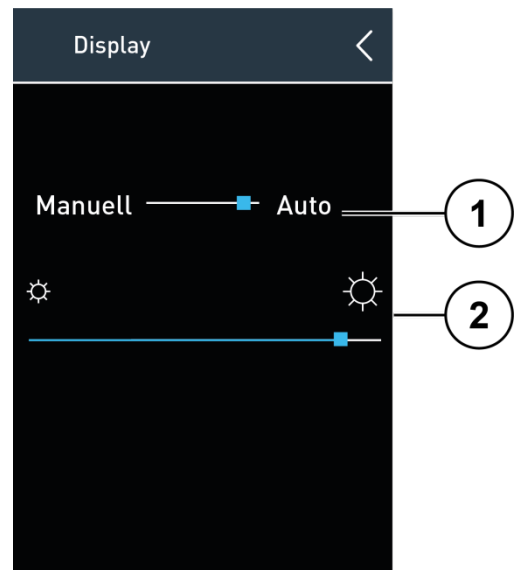

Abb. 15: Einstellungen Display
- Die ermittelte Helligkeit wird in der Anzeige unter dem Schiebschalter **(1)** dargestellt (Abb. 15).